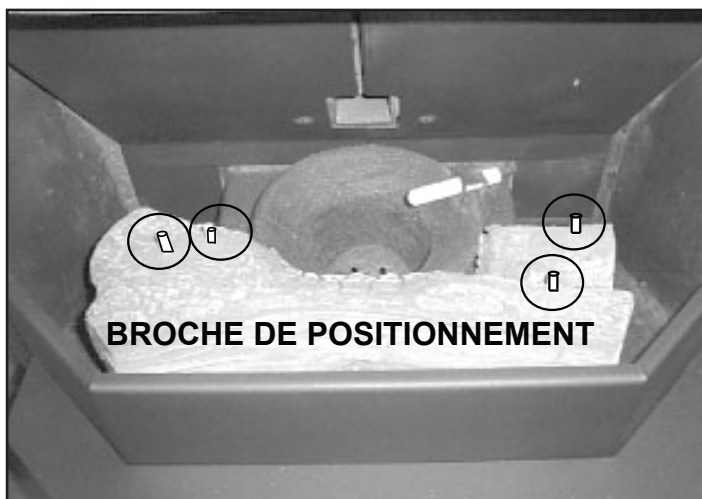

Figure 23.1
1. Placez la bûche avant en premier comme montré à la **Figure 23.1**. Placez la bûche entre le creuset de combustion et la face avant de l'appareil avec la zone carbonisée autour du creuset.